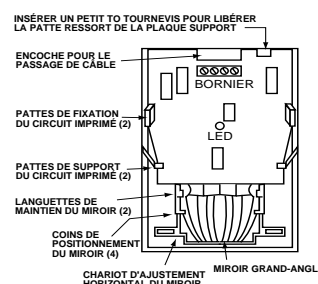
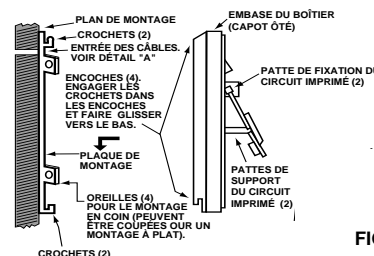

FIGURE 4. INTERIEUR DU DETECTEUR
FIGURE 5. DÉTAILS DE MONTAGE
2. Ecarter une des deux pattes en plastique maintenant le miroir grand angle, et retirer le miroir (figure 4).
2. Monter la plaque de montage sur une surface verticale rigide (mur plat ou encoignure). Voir figure 5 et détail A.
3. Passer les câbles à travers le trou d'accès supérieur du détecteur mais ne pas câbler maintenant. Voir figure 4 Note A.
4. Installer le détecteur sur la plaque de montage en engageant les 4 crochets dans les encoches et le verrouiller en le glissant fermement vers le bas (voir figure 5).
NOTE: Le détecteur se verrouille sur la plaque de montage par une petite patte-ressort qui s'engage dans une ouverture de l'embase (voir figure 5). Le détecteur infrarouge peut être uniquement démonté en retirant le couvercle et en faisant pression sur la patte-ressort avec un petit tournevis, et dans le même temps en faisant glisser le détecteur vers le haut (voir figure 4).
Le détecteur infrarouge peut être monté sur un mur plat ou en encoignure directement (sans utiliser la plaque de montage). 4 emplacements pré-perçés sont prévus dans l'embase, juste au dessus du miroir, où les vis pourront entrer dans le plastique. Celles-ci sont accessibles en démontant le circuit imprimé (écarter les pattes de fixation comme précisé dans les figures 4 et 5).
Pour le montage sur un mur plat, un passage de câbles est prévu sur l'arrière de l'embase pour permettre l'entrée des câbles jusqu'au circuit imprimé. Voir la figure 4, la note A et la figure 5 détail A.
Après que l'embase soit montée, le circuit imprimé peut être soigneusement remis en place. Assurez vous du bon alignement des pattes de support et des pattes de fixation et du bon verrouillage de ces dernières. De plus, le circuit doit être bien engagé dans sa partie haute contre le passage de câbles. Voir les figures 4 et 5.
Le détecteur est équipé d'un miroir ajustable qui autorise le réglage de la couverture horizontale après que l'infrarouge soit installé. Voir la figure 4. D'autre part cela peut être utilisé avec l'un ou l'autre des deux miroirs, cette caractéristique est particulièrement intéressante avec le miroir longue distance car cela permet de récupérer le dévers d'un mur, de parfaitement s'ajuster dans l'enfilade d'un couloir ou de soigneusement éviter un obstacle. Le réglage s'effectue en appuyant sur l'une ou l'autre des oreilles se situant de chaque côté du miroir. Cela a pour effet de faire pivoter le miroir à droite ou à gauche jusqu'à +/- 5°. La position sera maintenue sans autre manipulation.